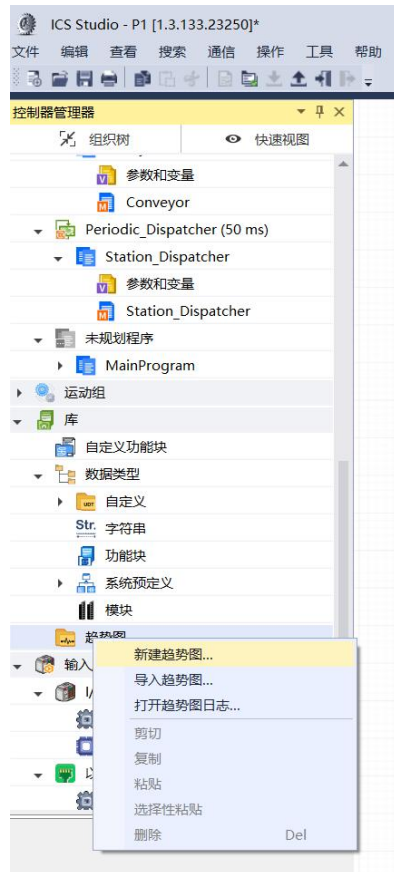

图 1-33 新建趋势图
33. 右键单击控制器管理器中的 *趋势图* 文件夹，在弹出菜单内选择 *新建趋势图*，如图 1-33 所示。